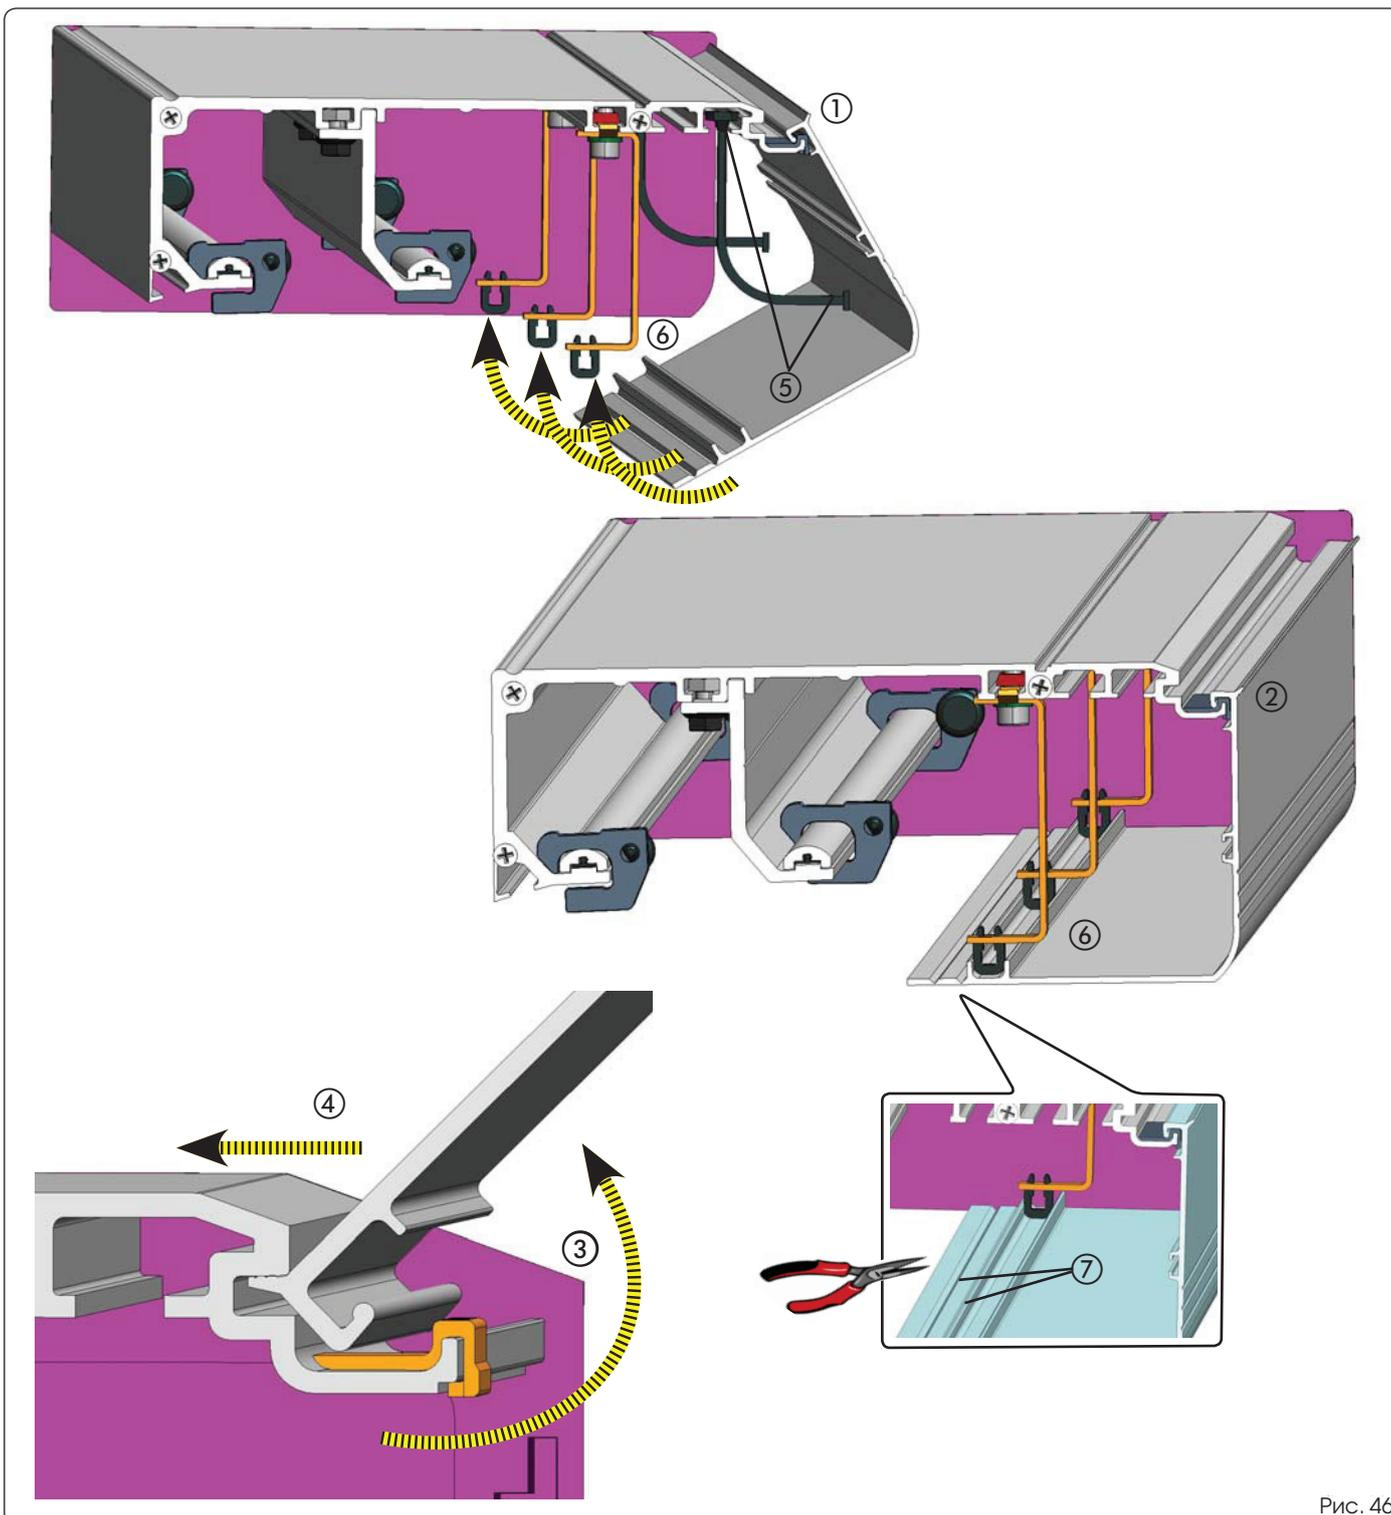

Рис. 46
- Разместите закрывающий навес на прокладках, которые были установлены ранее, как показано на рис. 46, поз. 1 или 2.
- Чтобы оставить навес открытым, приподнимите (рис. 46, поз. 3) и прижмите его (рис. 46, поз. 4) по направлению к профилю, чтобы металлический выступ попал в паз профиля.
- Закрепите тормозные тросы в соответствующих пазах (рис. 46, поз. 5).
- Закрывающий навес крепится при помощи 3-х держателей (рис. 46, поз. 6).
- Навес имеет разметку для его подгонки под необходимую толщину створки. Отрежьте лишнюю часть профиля в местах, указанных на рис. 46, поз. 7.